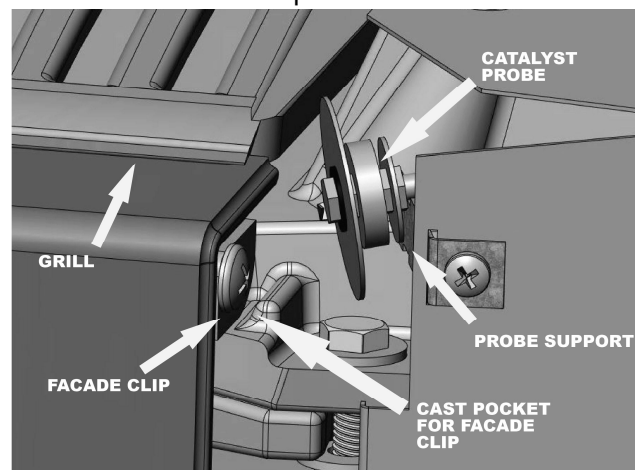

Figure 12 - Clips de montage de façade
**Remarque :** Si l'insert doit être placé suffisamment loin dans le foyer pour que le support interfère avec la réinstallation de la façade et de la grille, c'est maintenant le bon moment pour les réinstaller. Tout d'abord, vérifiez la position de la sonde du catalyseur (voir figure 12) et ajustez si nécessaire. De plus, si la porte et/ou le cordon d'alimentation doivent être inversés (voir page 20) Étapes d'installation facultatives pour plus de détails) faites-les avant de réinstaller la façade.
La façade est montée, assurez-vous de laisser les clips sur les coins arrière supérieurs tomber dans les poches en fonte (voir figure 12) afin qu'elle repose dans la bonne position. La traverse de façade ne rentrera pas dans la rainure sous la porte si le haut de la façade n'est pas correctement enfoncé dans les poches. Si la façade et la grille sont émaillées, la grille aura des vis dans les coins inférieurs pour la maintenir légèrement au-dessus de la façade pour éviter l'écaillage. Il ne devrait pas être nécessaire de régler ces vis.